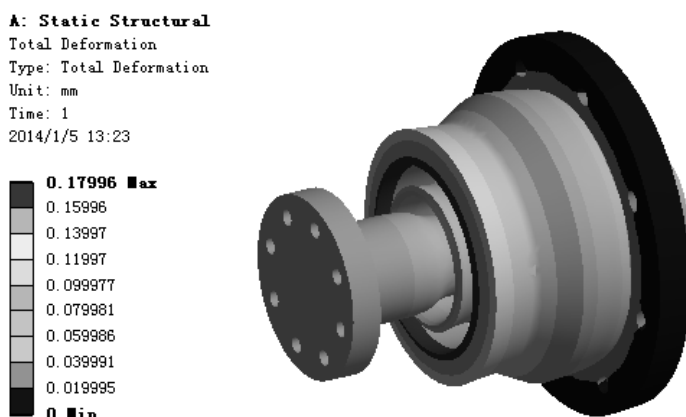

图 9.6.19 位移变形结果图解
(3) 查看位移变形结果图解。在“Outline”窗口中选中 Total Deformation，查看图 9.6.19 所示的位移变形结果，其最大位移为 0.17996 mm。